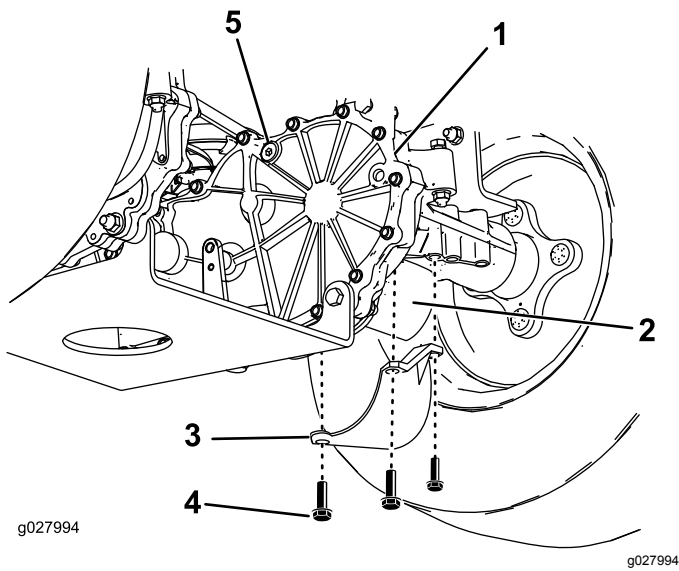

Figura 44
3. Localice el filtro y el protector del filtro en el sistema de transmisión de cada transeje (Figura 44). Retire los tres tornillos que sujetan el protector del filtro, y retire el protector.
4. Compruebe que los tapones de ventilación han sido retirados antes de añadir aceite (Figura 44).